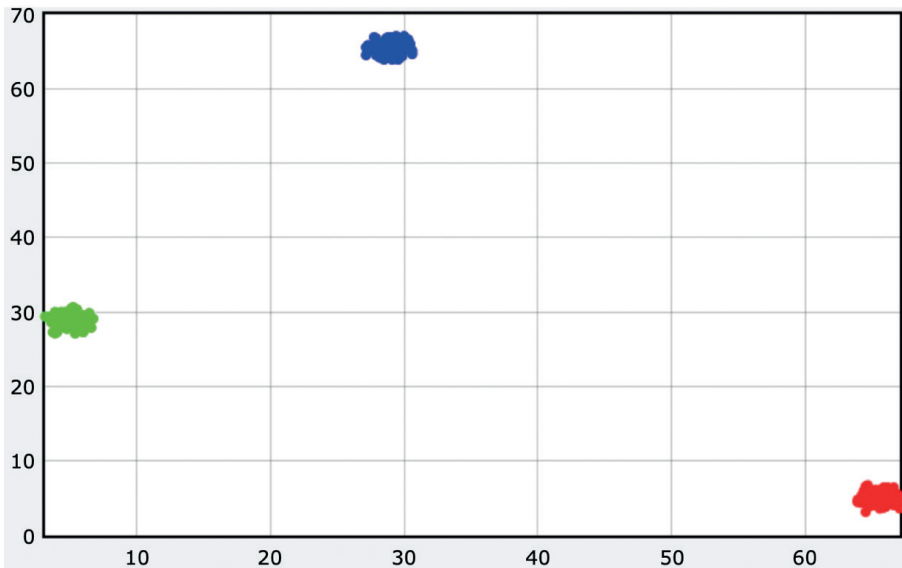

Рис. 16.11. Экран калибровки магнитометра на начальном этапе
- Загрузите код и запустите его с помощью VPython. Вы увидите результат, как на рис. 16.11.
На рис. 16.11 кластеры показаны в виде трех разноцветных пятен: справа снизу находится красный кластер (для x_y), сверху – синий (для z_x) и слева – зеленый (для z_y). В зависимости от текущего положения вашего робота в пространстве кластеры могут быть расположены по-разному.